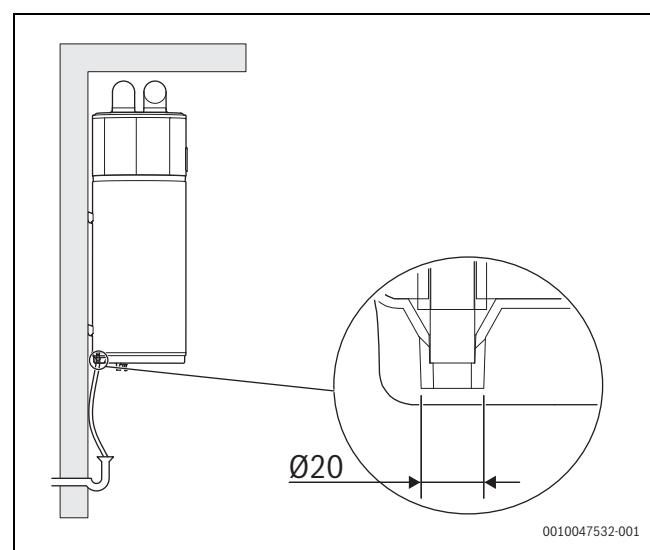

Fig. 21 Ligação da drenagem de condensados
- Ligar uma tubagem flexível \varnothing 20 mm (Fig. 21).